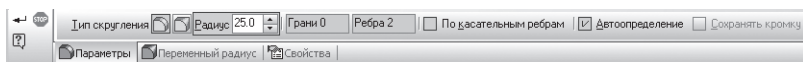
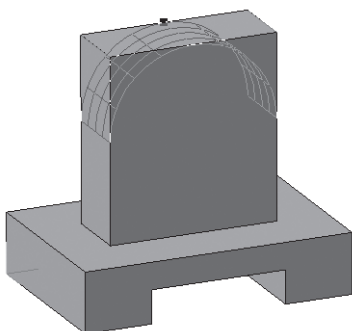

Рис. 189
Рис. 190
- введите радиус скругления 25 мм в поле **Радиус** на панели **Свойств**. Тип скругления **Постоянный радиус** (рис. 189);
- укажите скругляемые ребра щелчком ЛКМ по ребру (рис. 190). Если несколько ребер требуется скруглить одинаковым радиусом, то целесообразнее их указывать сразу. В этом случае расчеты при построении модели будут производиться быстрее. *Обратите внимание: на панели Свойств будет указано количество скругляемых граней – 0, ребер – 2* (рис. 189);